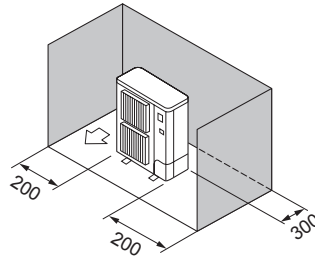

Fig. 2-8
- ③ Obstacole numai în spate și pe laterale (Fig. 2-8)